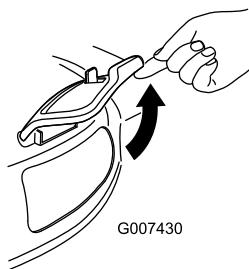

Figure 30
2. Soulevez et ouvrez le volet d'éjection latérale (Figure 30).